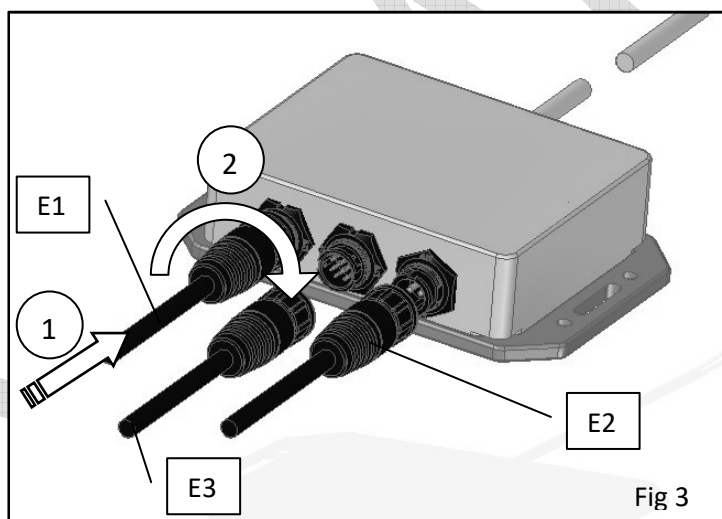

Fig 3
- Branchez les connecteurs E1, E2 et E3 sur le boîtier (Fig 3). Les connecteurs sont de type baïonnette quart de tour. Assurez-vous du bon branchement afin que l'étanchéité soit assurée.